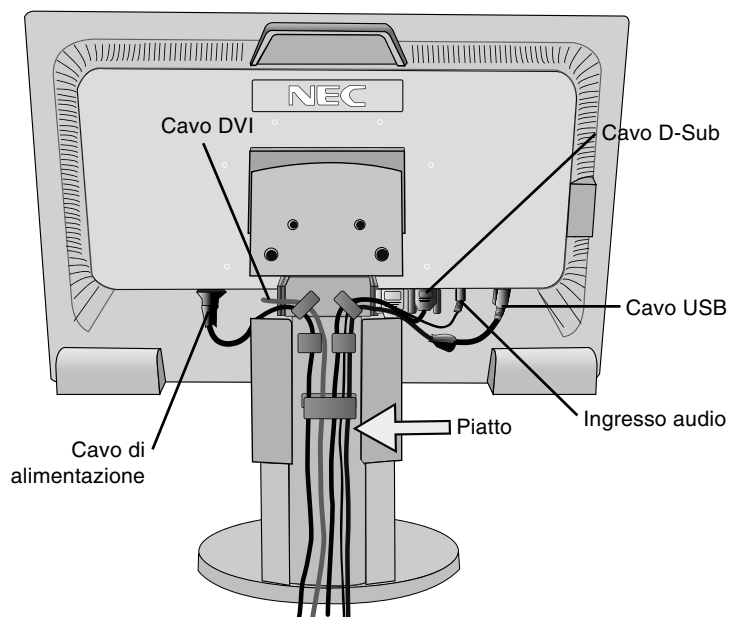
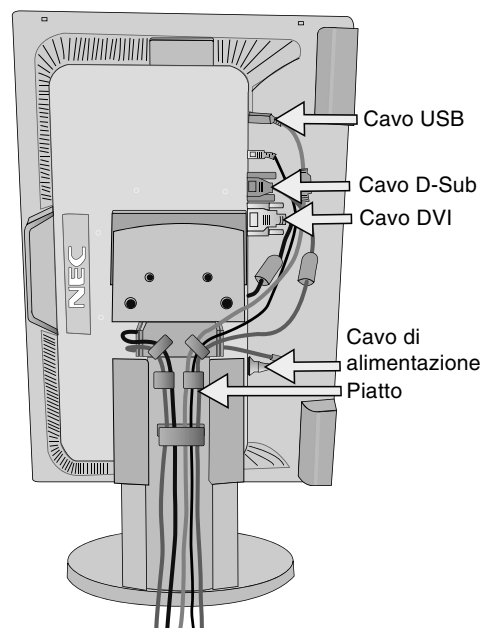

Figura C.2
Figura C.3
5. Per disporre i cavi in modo ordinato, utilizzare il sistema di gestione dei cavi predisposto sul supporto. Inserire il cavo di alimentazione e il cavo DVI nei ganci specifici indicati nella **Figura C.2/Figura C.3**. Inserire il cavo D-Sub e il cavo USB nei ganci specifici indicati nella **Figura C.2/Figura C.3**.
6. Assicurarsi che tutti i cavi siano piatti contro il supporto (**Figura C.2/Figura C.3**). Controllare l'inclinazione, l'innalzamento e l'abbassamento dello schermo del monitor e rotazione dello schermo quando si manipolano i cavi.